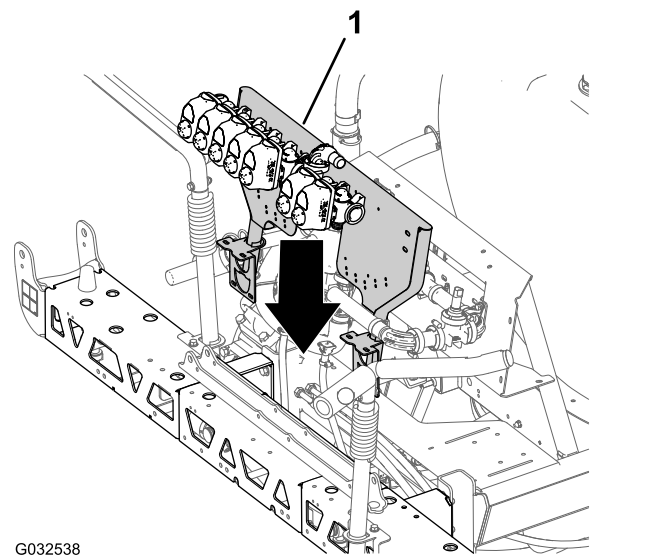

Bild 87
1. Verwenden Sie eine Hebevorrichtung mit der angegebenen Kapazität, heben Sie die Ventilbefestigung und die Sprühventile an und fluchten sie über dem mittleren Auslegerabschnitt aus (Bild 87).